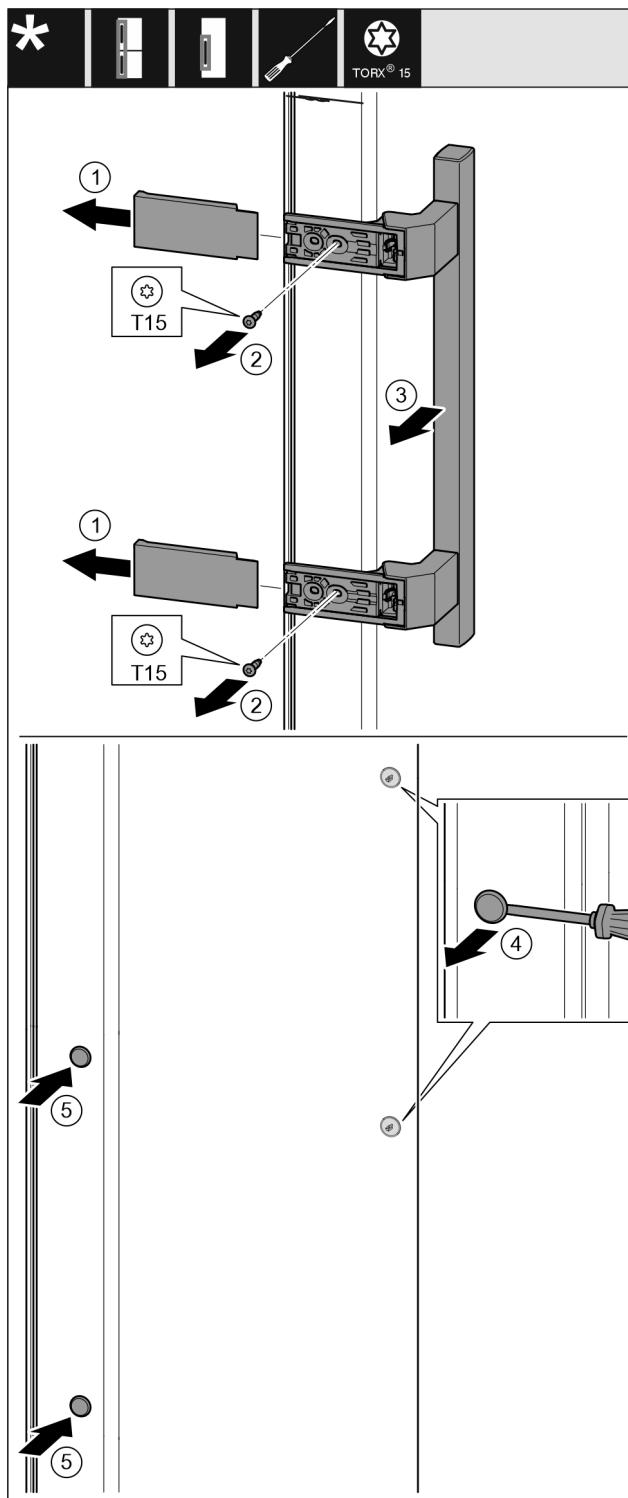

Fig. 19
- Nutraukite dengiamają plokštelię. *Fig. 19 (1)*
- Išsukite varžtus atsuktuvu T15. *Fig. 19 (2)*
- Nuimkite rankenėlę. *Fig. 19 (3)*
- Šoninj kaištį atsargiai pakelkite išdrožiniu atsuktuvu ir ji ištraukite. *Fig. 19 (4)*
- Vėl įstatykite kaištį kitoje pusėje. *Fig. 19 (5)*